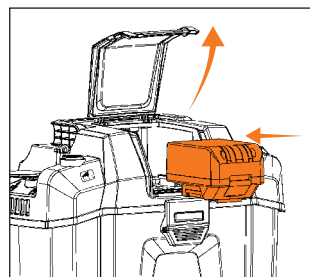
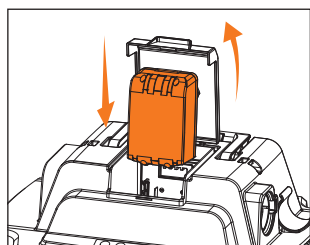

Рис. 8
Рис. 14
- Откройте крышку отсека для батареи и вставьте заряженную аккумуляторную батарею, закройте крышку (DAVC 1012Li рис. 8, DAVC 1621Li рис. 14).